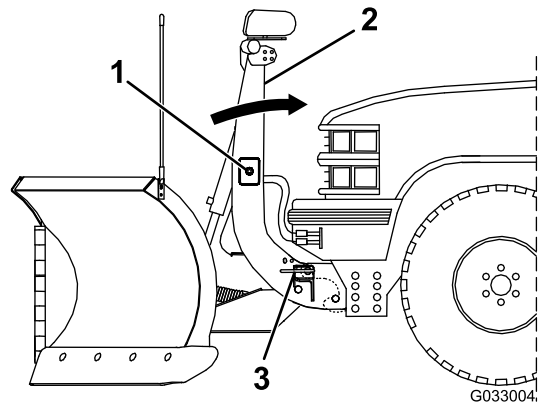

Figure 27
6. Poussez le commutateur SmartHitch2, situé sur le côté de la tour d'accouplement, vers le haut et élevez la tour jusqu'à ce que les goupilles à ressort se bloquent en position (Figure 27).